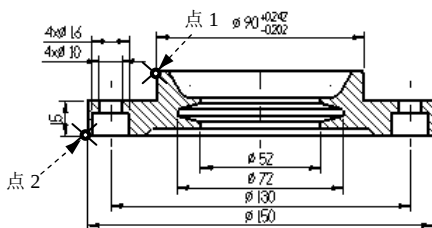

图 4.5.24 定义标注对象
① 定义标注对象。在绘图区选取图 4.5.24 所示的点 1 和点 2 为标注的对象。